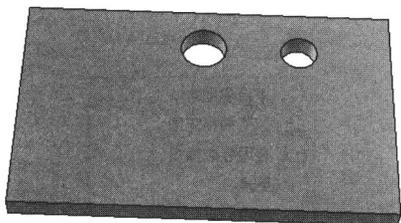

图 1-15 绘制第二个孔类圆柱体
**Step8** 绘制第二个孔类圆柱体。从“图素”设计元素库中拖入“孔类圆柱体”元素, 放置于厚板的合适位置; 右击包围盒的任意一个手柄, 在弹出的快捷菜单中选择“编辑包围盒”选项, 弹出“编辑包围盒”对话框; 设置“长度”为 10 (“宽度”自动为 10)、“高度”为 5, 单击“确定”按钮, 得到的第二个孔类圆柱体如图 1-15 所示。